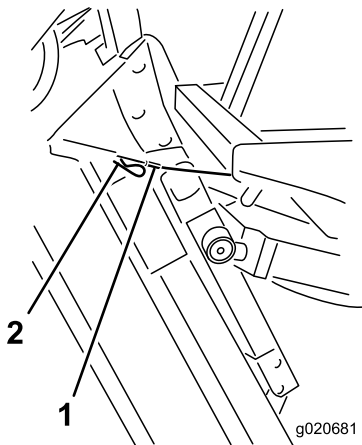

Figura 103
6. Sujetando la carcasa de corte en posición vertical, coloque el extremo del cable sobre el pasador del brazo de elevación de la carcasa y fíjelo con el pasador de horquilla (Figura 103).